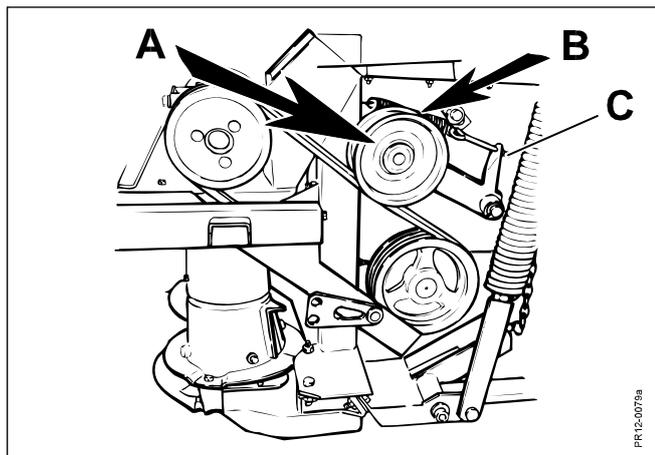

Fig. 5-17
- Fig. 5-17** Les courroies sont tendues par une poulie tendeur **A**.